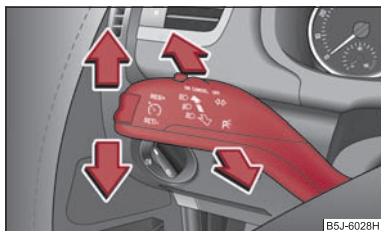

Abb. 39 Der Blinklicht- und Fernlichthebel
- Drücken Sie den Hebel nach oben bzw. nach unten ⇒ Abb. 39.